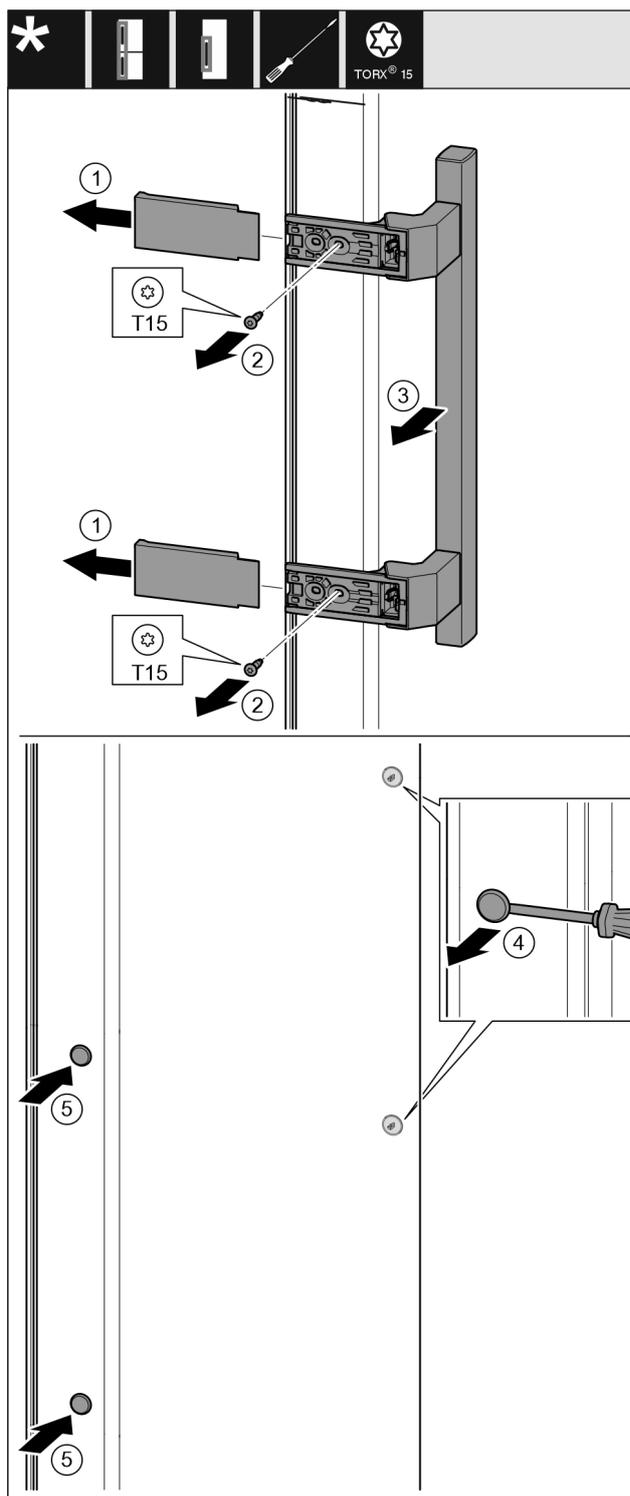

Fig. 14
- ▶ Stiahnite kryt. Fig. 14 (1)
- ▶ Skrutkovačom Torx 15 vyskrutkujte skrutky. Fig. 14 (2)
- ▶ Odoberte držadlo. Fig. 14 (3)
- ▶ Plochým skrutkovačom opatrne nadvihnite a vyberte bočnú zátku. Fig. 14 (4)
- ▶ Zátku opäť nasadíte na druhú stranu. Fig. 14 (5)